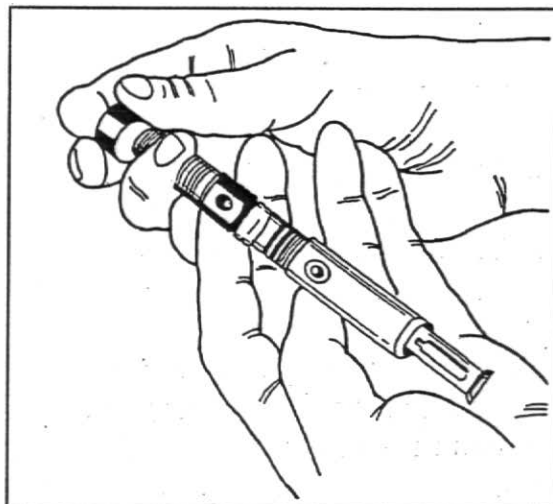

Fig. 13
9. Proteja as passagens de combustível e os orifícios de pulverização do bico injetor, fig.13.